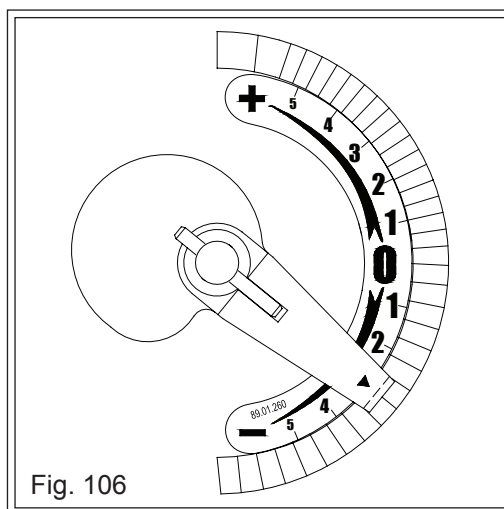

Fig. 106
- se estiverem passando 2 ou mais sementes por furo, deverá posicionar a alavanca do seletor para o lado - (negativo) (Fig. 106);